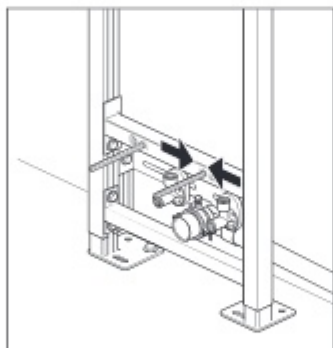

Рис. 10 / Сур. 10
10. Ослабьте впускные колена для горячей и холодной воды (используя гайку разводки). Установите необходимое расстояние, чтобы можно было легко подсовредить смеситель к биде, и затяните (рис. 10).